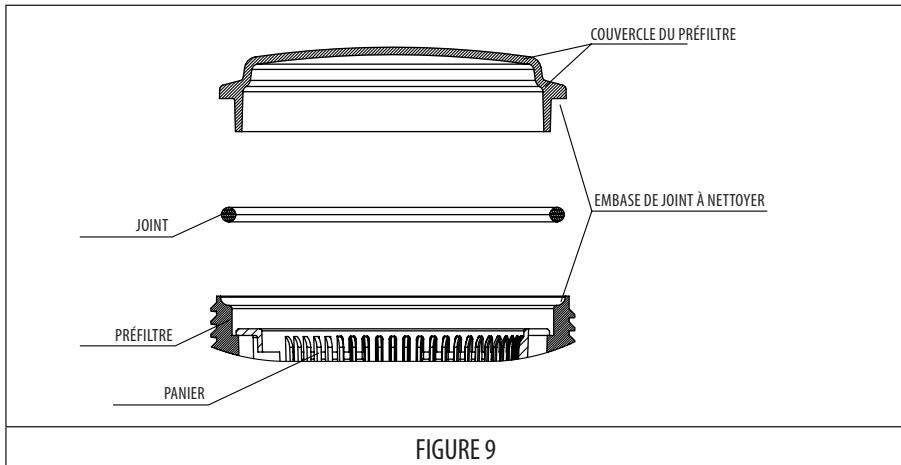

FIGURE 9
- À chaque fois que vous ouvrez le préfiltre, nettoyez les impuretés dans le logement du joint et le joint lui-même pour assurer l'étanchéité de la fermeture du couvercle (FIGURE 9).